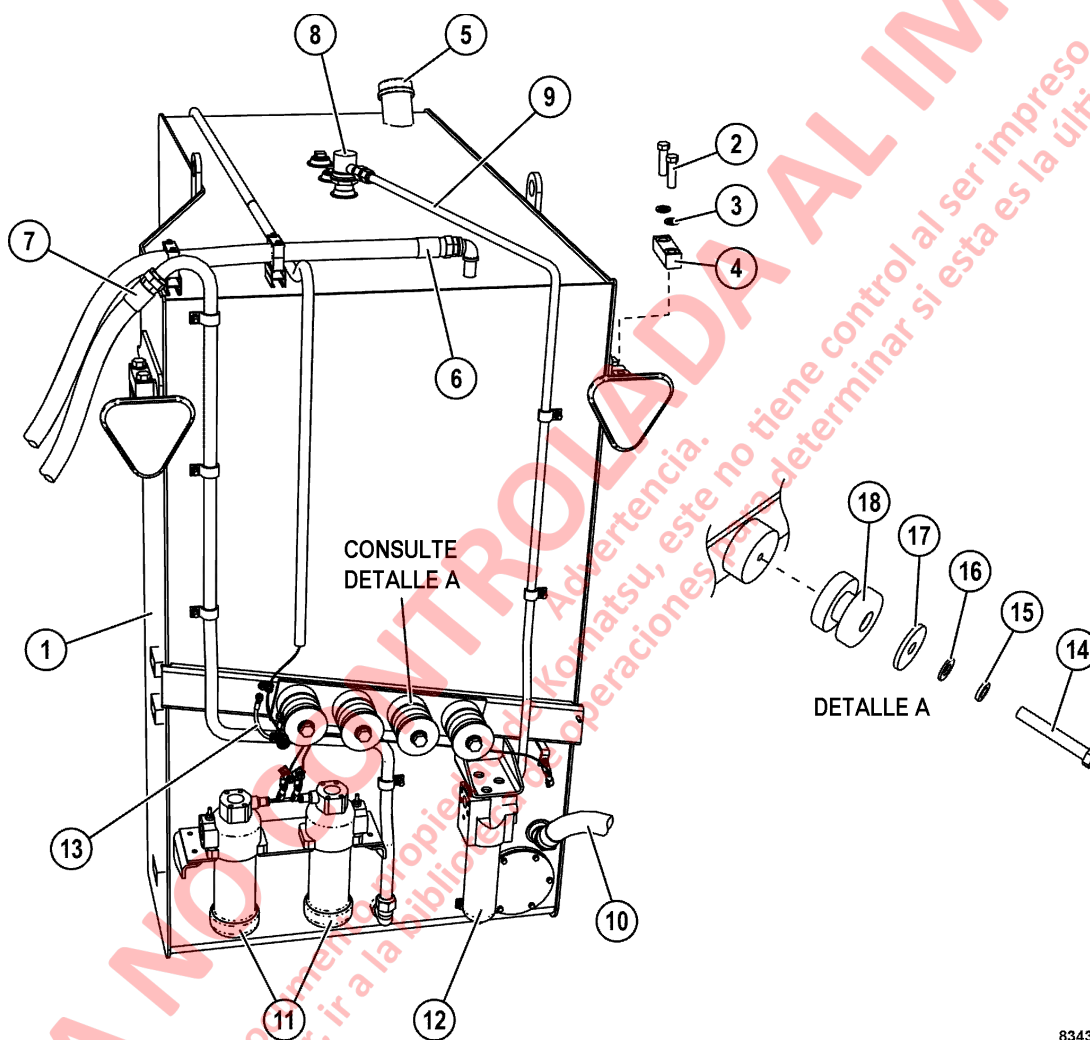

FIGURA 4-1. MONTAJE Y DESMONTAJE DEL TANQUE DE COMBUSTIBLE
2. Suelte la tapa del orificio de llenado (5, Figura 4-1) y abra la llave de drenaje al fondo del tanque de combustible (1) para drenar el combustible en los contenedores limpios. Apriete la tapa del orificio de llenado cuando se haya drenado completamente el combustible.
3. Desconecte el arnés de cableado de los conjuntos de filtro del circuito de elevación (11) y del circuito de dirección (12). Retire el cable de tierra (13).
4. Si están equipadas, cierre las válvulas de paso. Saque la manguera de retorno de combustible (6), la manguera de suministro de combustible (7) y la manguera de llenado rápido (10). Tape las mangueras y los accesorios del estanque para evitar contaminación.
5. Saque los conjuntos del filtro del circuito de elevación (11) y de filtro del circuito de dirección (12) del tanque. Sostenga el conjunto del filtro colocando una cadena sobre el riel del bastidor. No es necesario sacar las mangueras hidráulicas.
Antes de un procedimiento de limpieza de este tipo, se deben retirar y sellar temporalmente el emisor del indicador de combustible, el conjunto de ventilación (8, Figura 4-1) y todas las conexiones de las mangueras. Después que se completa la limpieza, se pueden retirar los tapones temporales.
3. Instale las tapas de montaje (4, Figura 4-1), arandelas de seguridad (3) y pernos (2). No apriete los pernos en esta etapa.
4. Instale los soportes de goma (18), arandelas grandes (16), arandelas de seguridad (15) y pernos (14). Apriete los pernos de montaje inferior **800 ± 80 N·m (590 ± 59 lb-ft)**
6. Instale los conjuntos del filtro del circuito de elevación (11) y de filtro del circuito de dirección (12) del tanque.
7. Conecte la manguera de retorno de combustible (6), la manguera de suministro de combustible (7) y la manguera de llenado rápido (10). Abra las válvulas de paso, de estar equipadas.
8. Instale el cable de tierra (13). Conecte el arnés de cableado de los conjuntos de filtro del circuito de elevación (11) y del circuito de dirección (12).
El sistema de llenado rápido de combustible es un sistema presurizado que está habilitado para un máximo de 568 l/m (150 gpm). En el momento de llenado del tanque, el conjunto de ventilación (8, figura 4-1) permite que el aire escape, para impedir al tanque sobrepresurizar. Cuando el nivel del combustible llega a las bolas de flotación en la ventilación, las bolas se elevan con el combustible. Al alcanzar su máximo nivel, las bolas de flotación bloquean el flujo de aire de la ventilación, causando presión en el tanque de combustible. Cuando la presión alcanza 55 - 70 kPa (8 - 10 psi), la válvula de combustible se debería apagar.